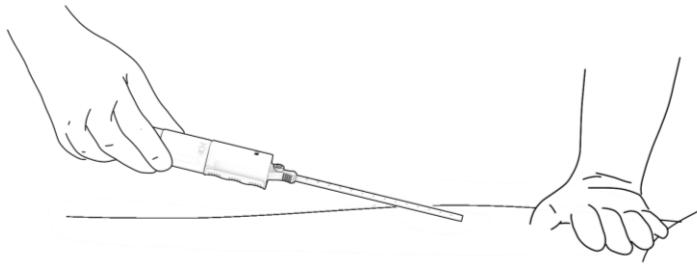

Figura 17. Extracción del dispositivo desplegado.
- c. Retire con suavidad el sistema de liberación del tracto tisular. Figura 17.